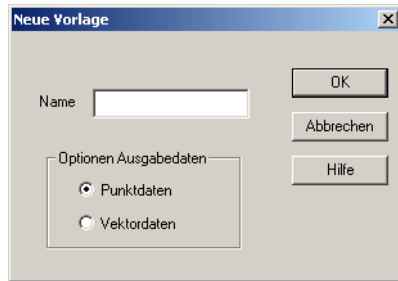

Abbildung 8.3. Dialogfeld "Neue Vorlage"
1. Wenn Sie im Dialogfeld **Benutzerdefinierte ASCII-Formatvorlage** auf **Neu** oder auf **Ändern** klicken, wird das Dialogfeld **Neue Vorlage** geöffnet, wie in Abbildung 8.3 gezeigt.